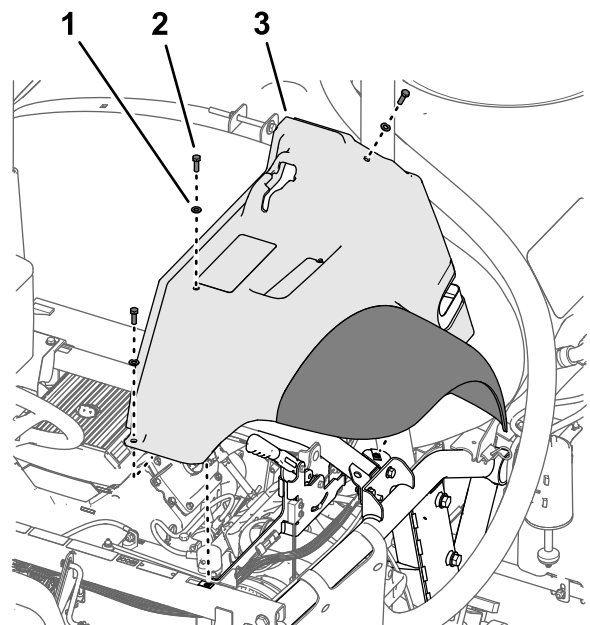

Figura 219
4. Monte provisionalmente el guardabarros en el bastidor (Figura 219) con los 3 pernos (5/16" x 1") y 3 arandelas (5/16") que retiró en el paso 2 de Retirada del guardabarros delanteros izquierdo y derecho (página 12).